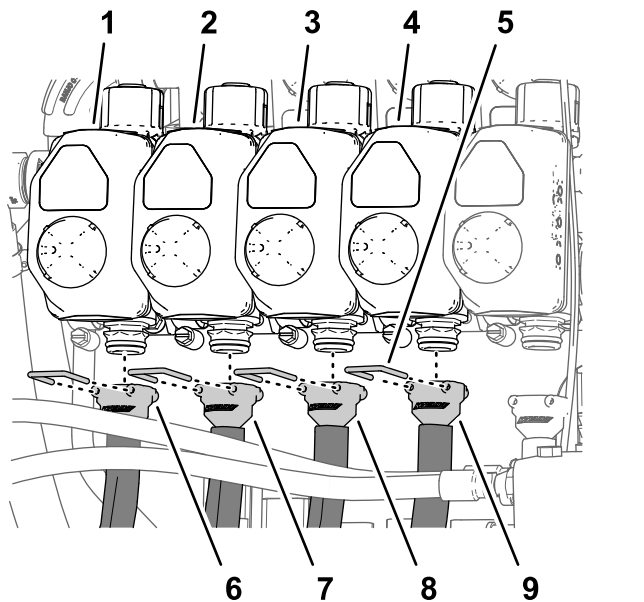

図 125
1. 給液ホース279cmのバーブ付きストレートフィッティングを、ノズルバルブ番のカップラに組み付ける 図 125。
2. リテーナを使って、バーブ付きフィッティングをバルブに固定する 図 125。
3. 給液ホース234cmのバーブ付きストレートフィッティングを、ノズルバルブ2番のカップラに組み付ける 図 125。
4. リテーナを使って、バーブ付きフィッティングをバルブに固定する 図 125。
5. 給液ホース188cmのバーブ付きストレートフィッティングを、ノズルバルブ3番のカップラに組み付ける 図 125。
6. リテーナを使って、バーブ付きフィッティングをバルブに固定する 図 125。
7. 給液ホース188cmのバーブ付きストレートフィッティングを、ノズルバルブ4番のカップラに組み付ける 図 125。
8. リテーナを使って、バーブ付きフィッティングをバルブに固定する 図 125。